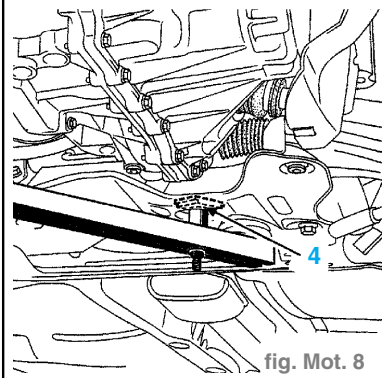

fig. Mot. 8
teur **Mot. 1367-01**, entre la traverse inférieure droite du radiateur et le demi-berceau gauche en ayant préalablement placé la patte (4) du **Mot. 1367-01**. (fig. Mot. 8)